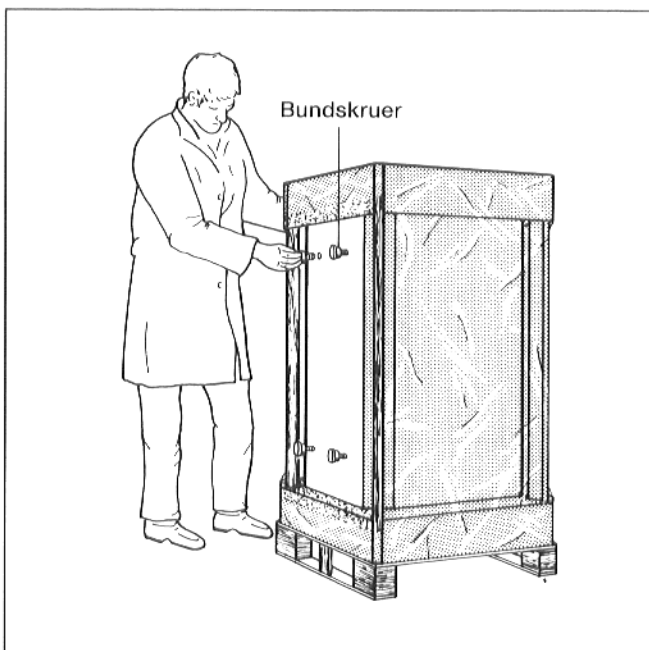

Abb. 17
- 4 bundskruer (indpakket sammen med kedlen som tilbehør) drejes op i beholderens bund, så kun 15 – 25 mm stikker ud af bunden (Fig. 17).